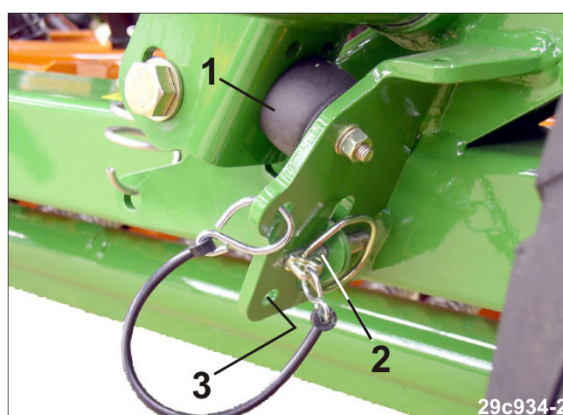

Bild 166
- 3.1 Tryck spårmarkörens arm mot gummibufferten (Bild 166/1).
- 3.2 Håll fast spårmarkören ordentligt, dra ut låssprinten (Bild 166/2) och sätt den i parkeringsläge i hålet (Bild 166/3).